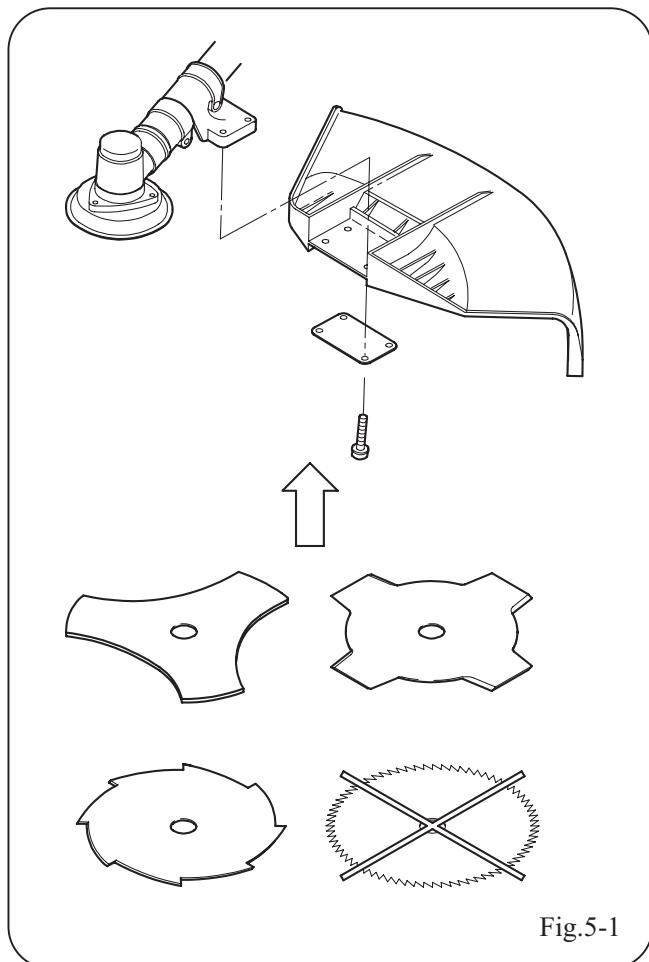

Fig.5-1
1. Per ragioni di sicurezza è imperativo che quando il decespugliatore è utilizzato con un disco per il taglio dell'erba, vi sia sempre montato il corretto riparo antiscagge di sicurezza. (Fig. 5-1)